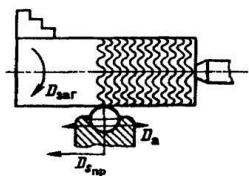

Рис.1
- Схема на рис.1 – это схема \_\_\_\_\_.